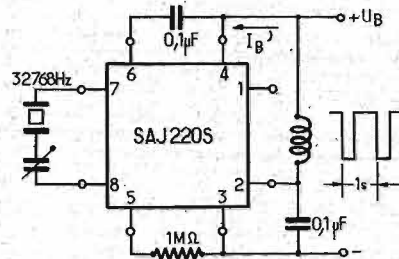

Fig. 11. — Montage d'un mouvement à quartz CQ2001 (Gebr. Staiger).
Ce développement est considéré dans le monde entier comme une œuvre de pionnier (2, 3), car avant sa création il n'existait pas de pendule à quartz économique pour l'usage des particuliers sur le marché mondial. Le mouvement de cette pendule, type CQ2001, et réalisé aujourd'hui déjà en « deuxième génération » (4) en séries moyennes avec un branchement extérieur très simplifié (Fig. 11) utilisant le composant bipolaire SAJ220S Intermetall (11) en réalisation très compacte (Fig. 12) et monté par plus de vingt marques horlogères allemandes et étrangères. Cette pendule est tout aussi simple que fiable et précise et sans problèmes pour l'utilisateur, bien qu'elle se contente des batteries les plus primitives. Sa consommation est de 160 à 180 μA. Il serait intéressant de l'expérimenter avec les nouvelles batteries alcali-manganèse (cf. chap. 2.2).